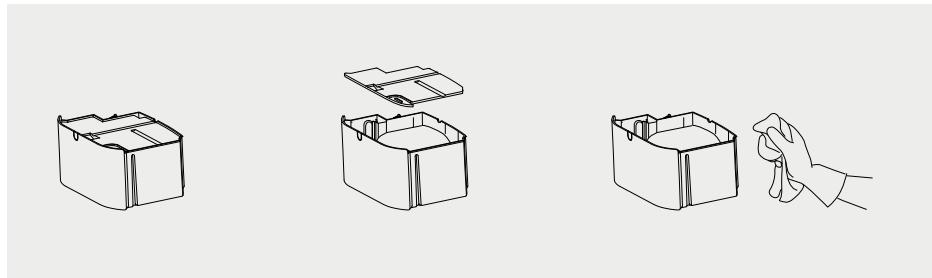

fig. 8
4. Rengjør vanntanken med noen ukers mellomrom. Fjern den fra apparatet og ta av dekselet (8) (fig. 8). Fyll tanken med vann med et vaskemiddel og vask den. Skyll og tørk etter vask. Vask lokket (8) i vann med et vaskemiddel.